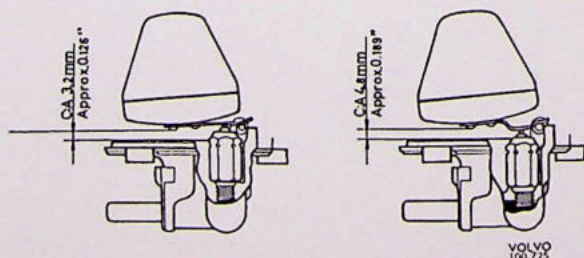

Fig. 2-90. Controle van het vlotterniveau
Deze karburateur is betrekkelijk ongevoelig voor variaties in het vlotterniveau. Als gids voor een juist niveau kan de stand van de vlotter gecontroleerd worden overeenkomstig de maten die in Fig. 2-90 zijn gegeven.
5. Controleer en monteer de vlotternaald met zitting, zie Fig. 2-90. Monteer de vlotter en het deksel. Schroef de vlotterkamer aan het huis en de slang van de sproeier in de vlotterkamer.